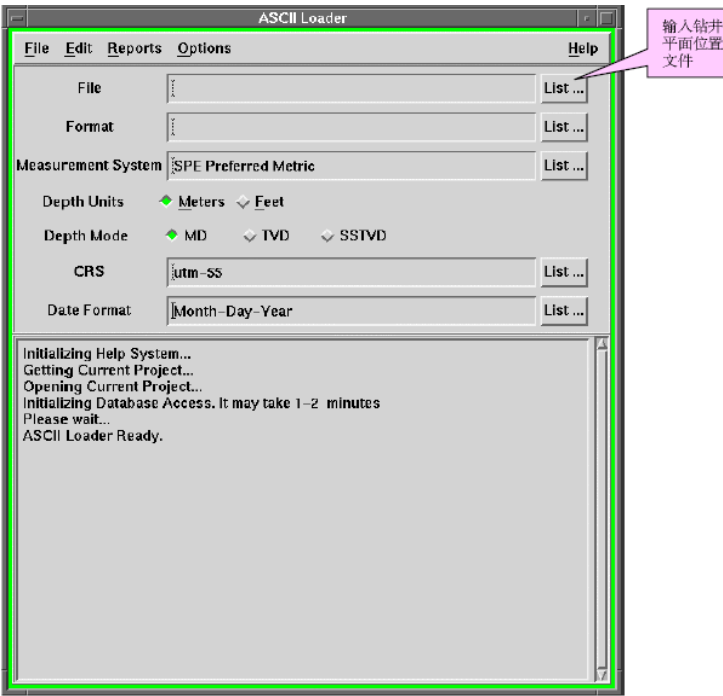

图 1 井数据加载界面
①输入文件名：file:home/ow2003/well.dat（图 1）
ASCII Loader ——edit——format (图 1)
ASCII Loader ——file—load (图 1)，显示加载过程，加载完成。